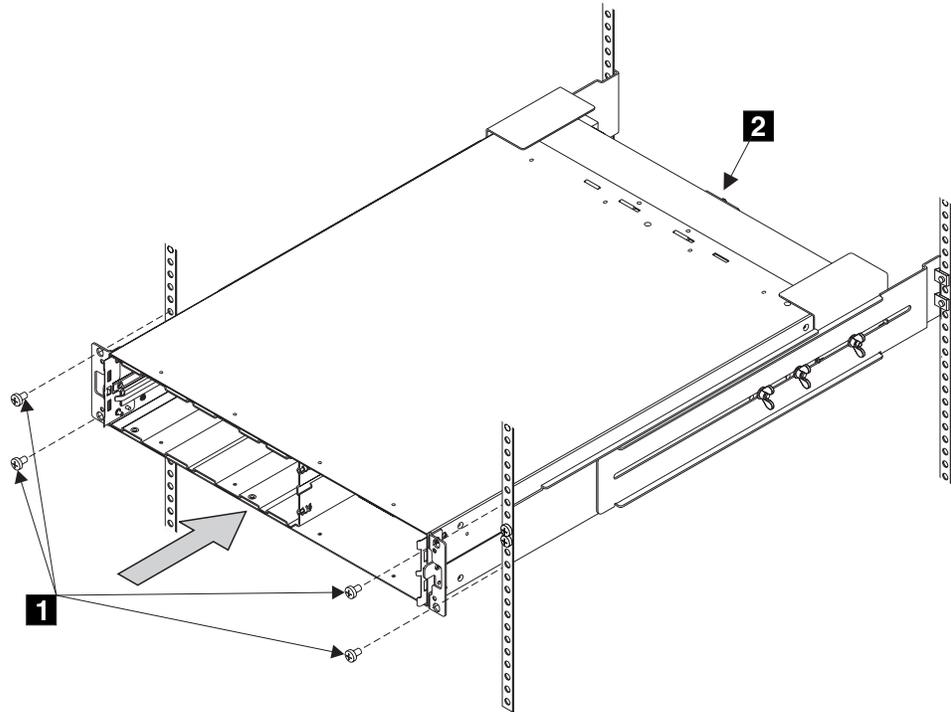

図 121. 無停電電源装置のラックへの再取り付け
5. 前部の皿頭ねじ **1** を取り付けます (229 ページの図 121 を参照)。